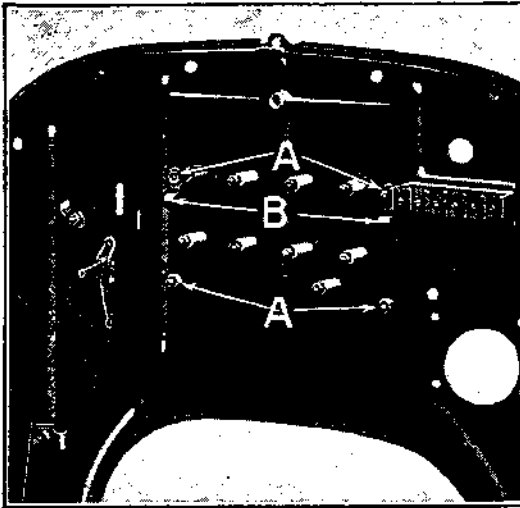

Fig. 81
- b) Passer les 4 boulons dans la boîte et le tablier. (Voir A, fig. 81.)